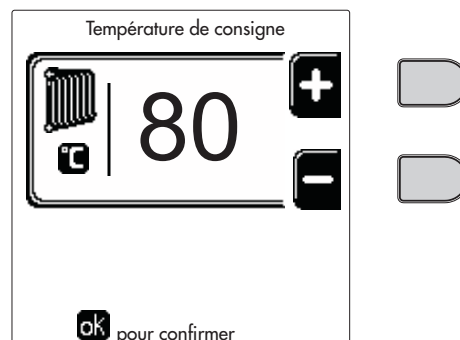
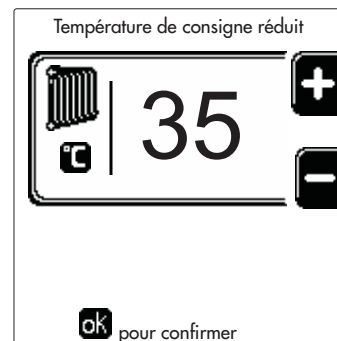
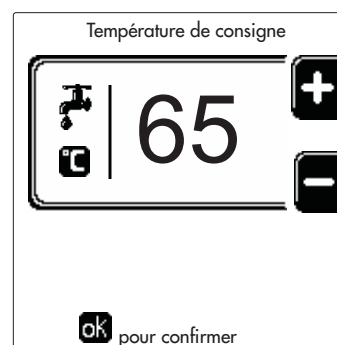

fig. 13
fig. 14
fig. 15
- **ON**. En cas de demande Chauffage/ECS, la chaudière fonctionne à la Température de Réglage Chauffage/ECS (fig. 13/fig. 15) réglée.
- **re**. En cas de demande de Chauffage/ECS, la chaudière fonctionne en Température de réglage réduite. La température réduite est obtenue en soustrayant la valeur de la température de réglage réduite (fig. 14/fig. 16) de la température de réglage du chauffage/ECS (fig. 13/fig. 15) définie.